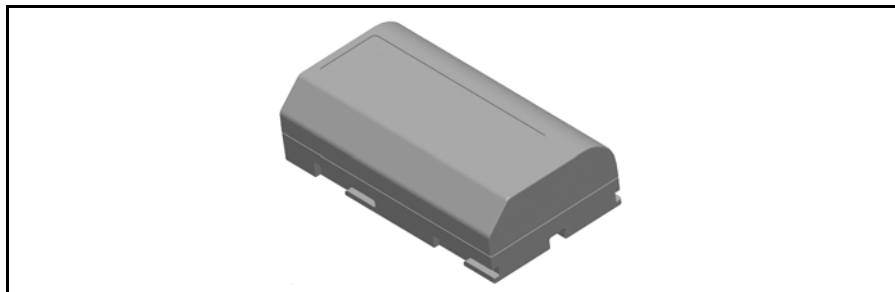

Рис. 6.57. Литиево-ионные батареи Trimble 7,4 В
**Совет.** Зарядное устройство для батарей также можно использовать для зарядки литиево-ионных батарей Trimble 7,4 В, см. рис. Рис. 6.57.